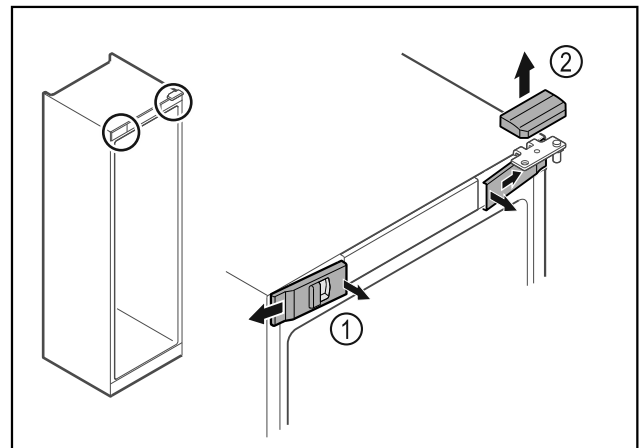

Fig. 14
- ▶ Voorste afdekkingen Fig. 14 (1) binnen ontgrendelen en naar de zijkant toe verwijderen.
- ▶ Bovenste afdekking Fig. 14 (2) naar boven toe verwijderen.